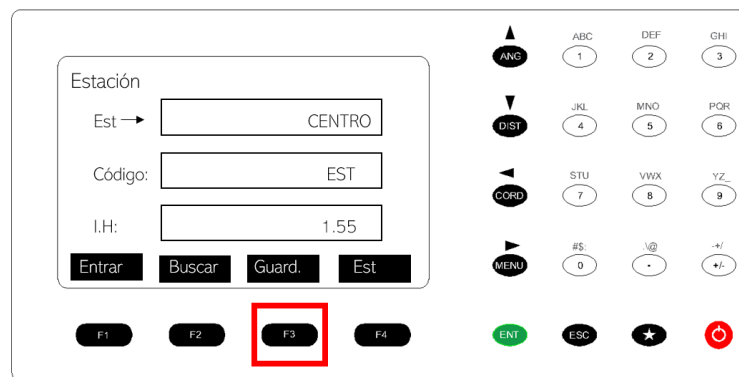

Figura 45. Comandos de la estación total.
22. Presionar F3 Guard. Figura 45.